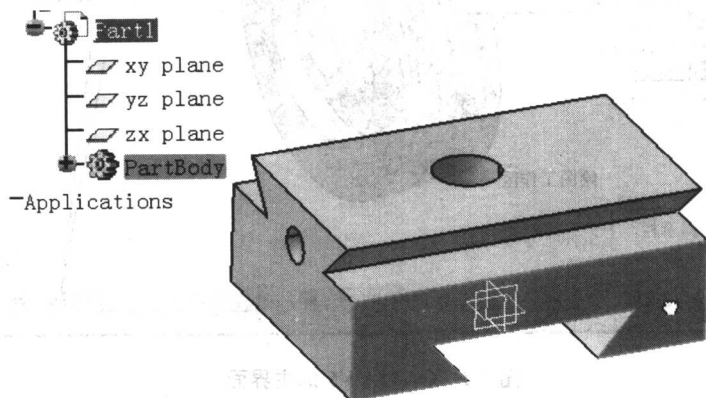

图 1-4 移动对象
(2) 中键 按住中键不放可以移动窗口内的模型。图 1-4 所示为移动对象。